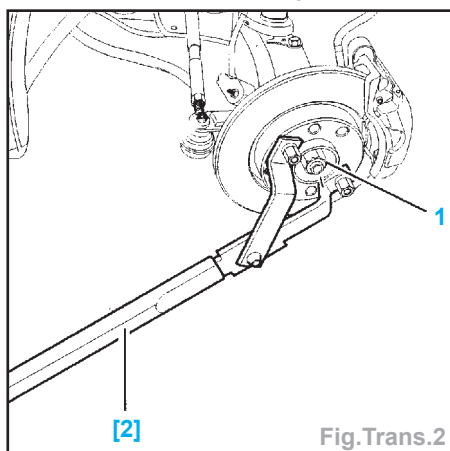

Fig.Trans.2
- Immobiliser en rotation le moyeu à l'aide de l'outil [2] (réf. 0606-AY) (Fig.Trans. 2 et 3).
- Déposer l'écrou (1) (Fig.Trans.2).
- Enduire de graisse pour surfaces type «**Molykote D321R**» la face et les filets de l'écrou (1) (Fig.Trans.2).
- Serrer l'écrou (1) à 24,5 daN.m à l'aide de l'outil [2].
- Sertir l'écrou (1) à l'aide de l'outil (réf. 0313-C).